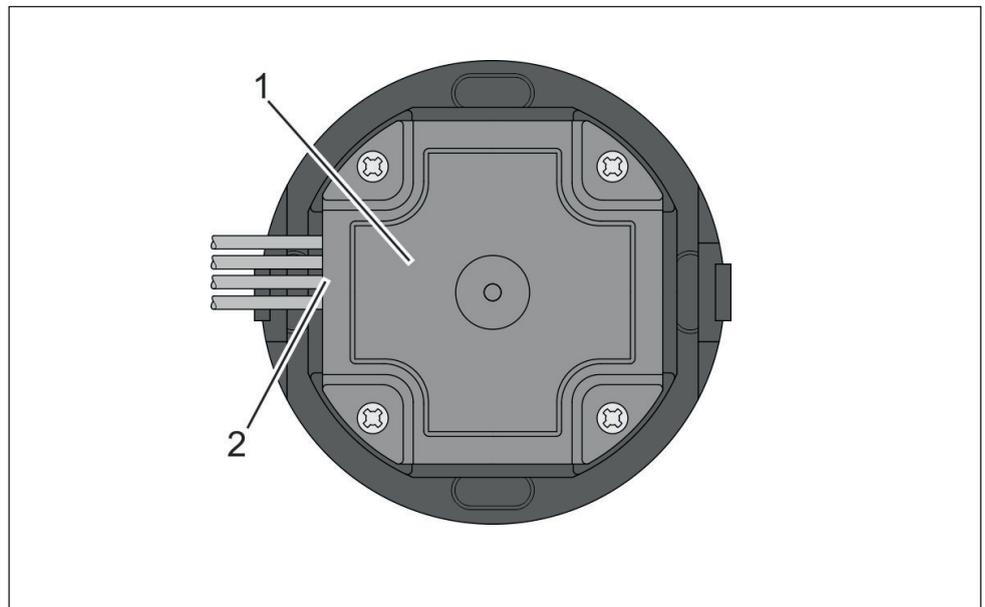

Abb. 11: Rückseite WT 210 mit Leitung
4. Abdeckung an der Rückseite des WT 210 anschrauben (Abb. 11/1). Dabei die Leitungen seitlich an den gepolsterten Leitungsführungen ausleiten (Abb. 11/2).